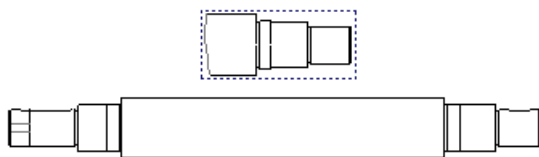

图 3.8.50 零件模型的完整视图
Step4. 在系统 **选取绘制视图的中心点。** 的提示下, 在主视图的下方单击, 此时在绘图区出现零件模型的完整视图, 如图 3.8.50 所示, 并弹出“选取”对话框。